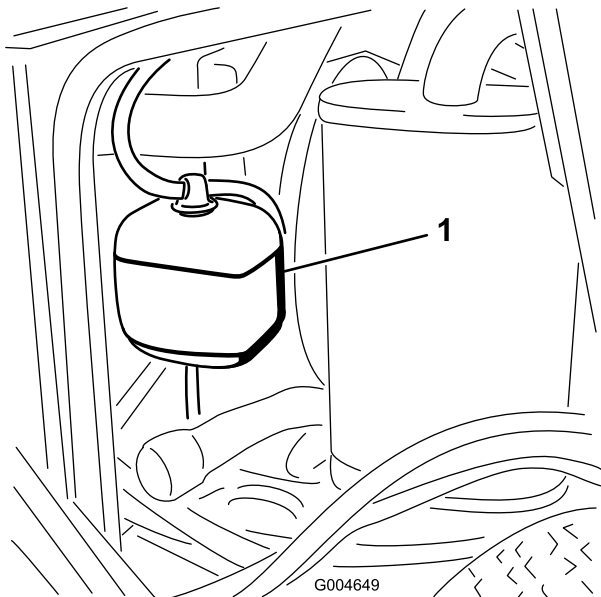

Figura 54
1. Verifique o nível de líquido de arrefecimento do depósito secundário (Figura 54). Este deve situar-se entre as marcas existentes no exterior do depósito.